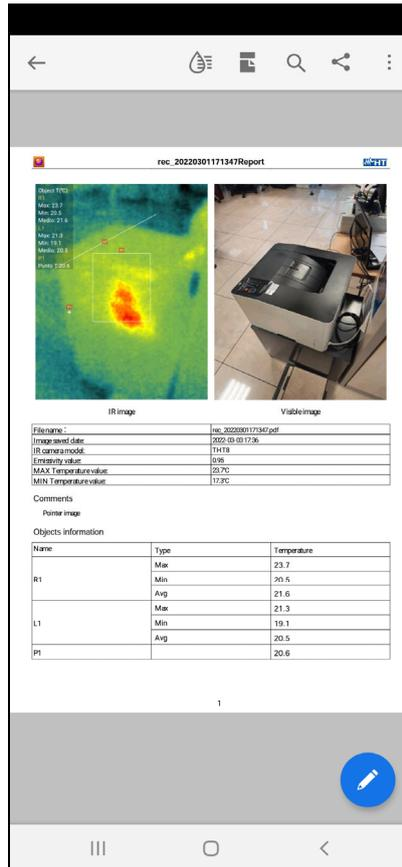

Fig. 13: Visualización informe PDF
5. El informe PDF se crea y se guarda automáticamente en la carpeta “DCIM/Report_pdf” del dispositivo móvil conectado como se muestra en la Fig. 13